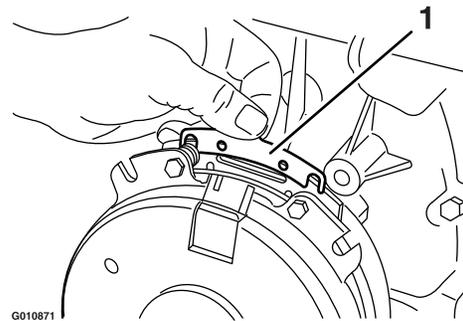

Figura 72
- B. Usando un alicate de punta fina, o a mano, sujete la pestaña y retire el suplemento (Figura 72).
Retire cualquier acumulación de hierba, suciedad u otros residuos de la rejilla del motor. Esto ayuda a asegurar una refrigeración adecuada y una velocidad de motor correcta, y reduce la posibilidad de sobrecalentamiento y daños mecánicos al motor (Figura 72).